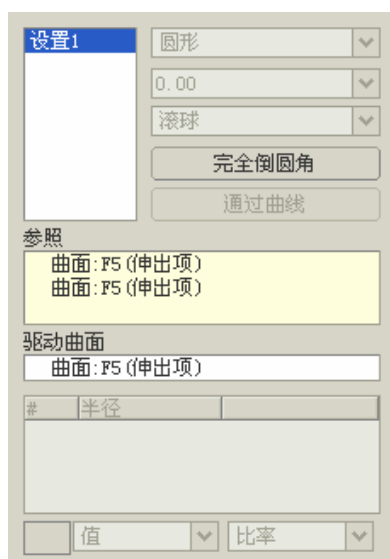

图 12-4
- (3) 单击【设置】按钮，打开【设置】面板，如图 12-4 所示。